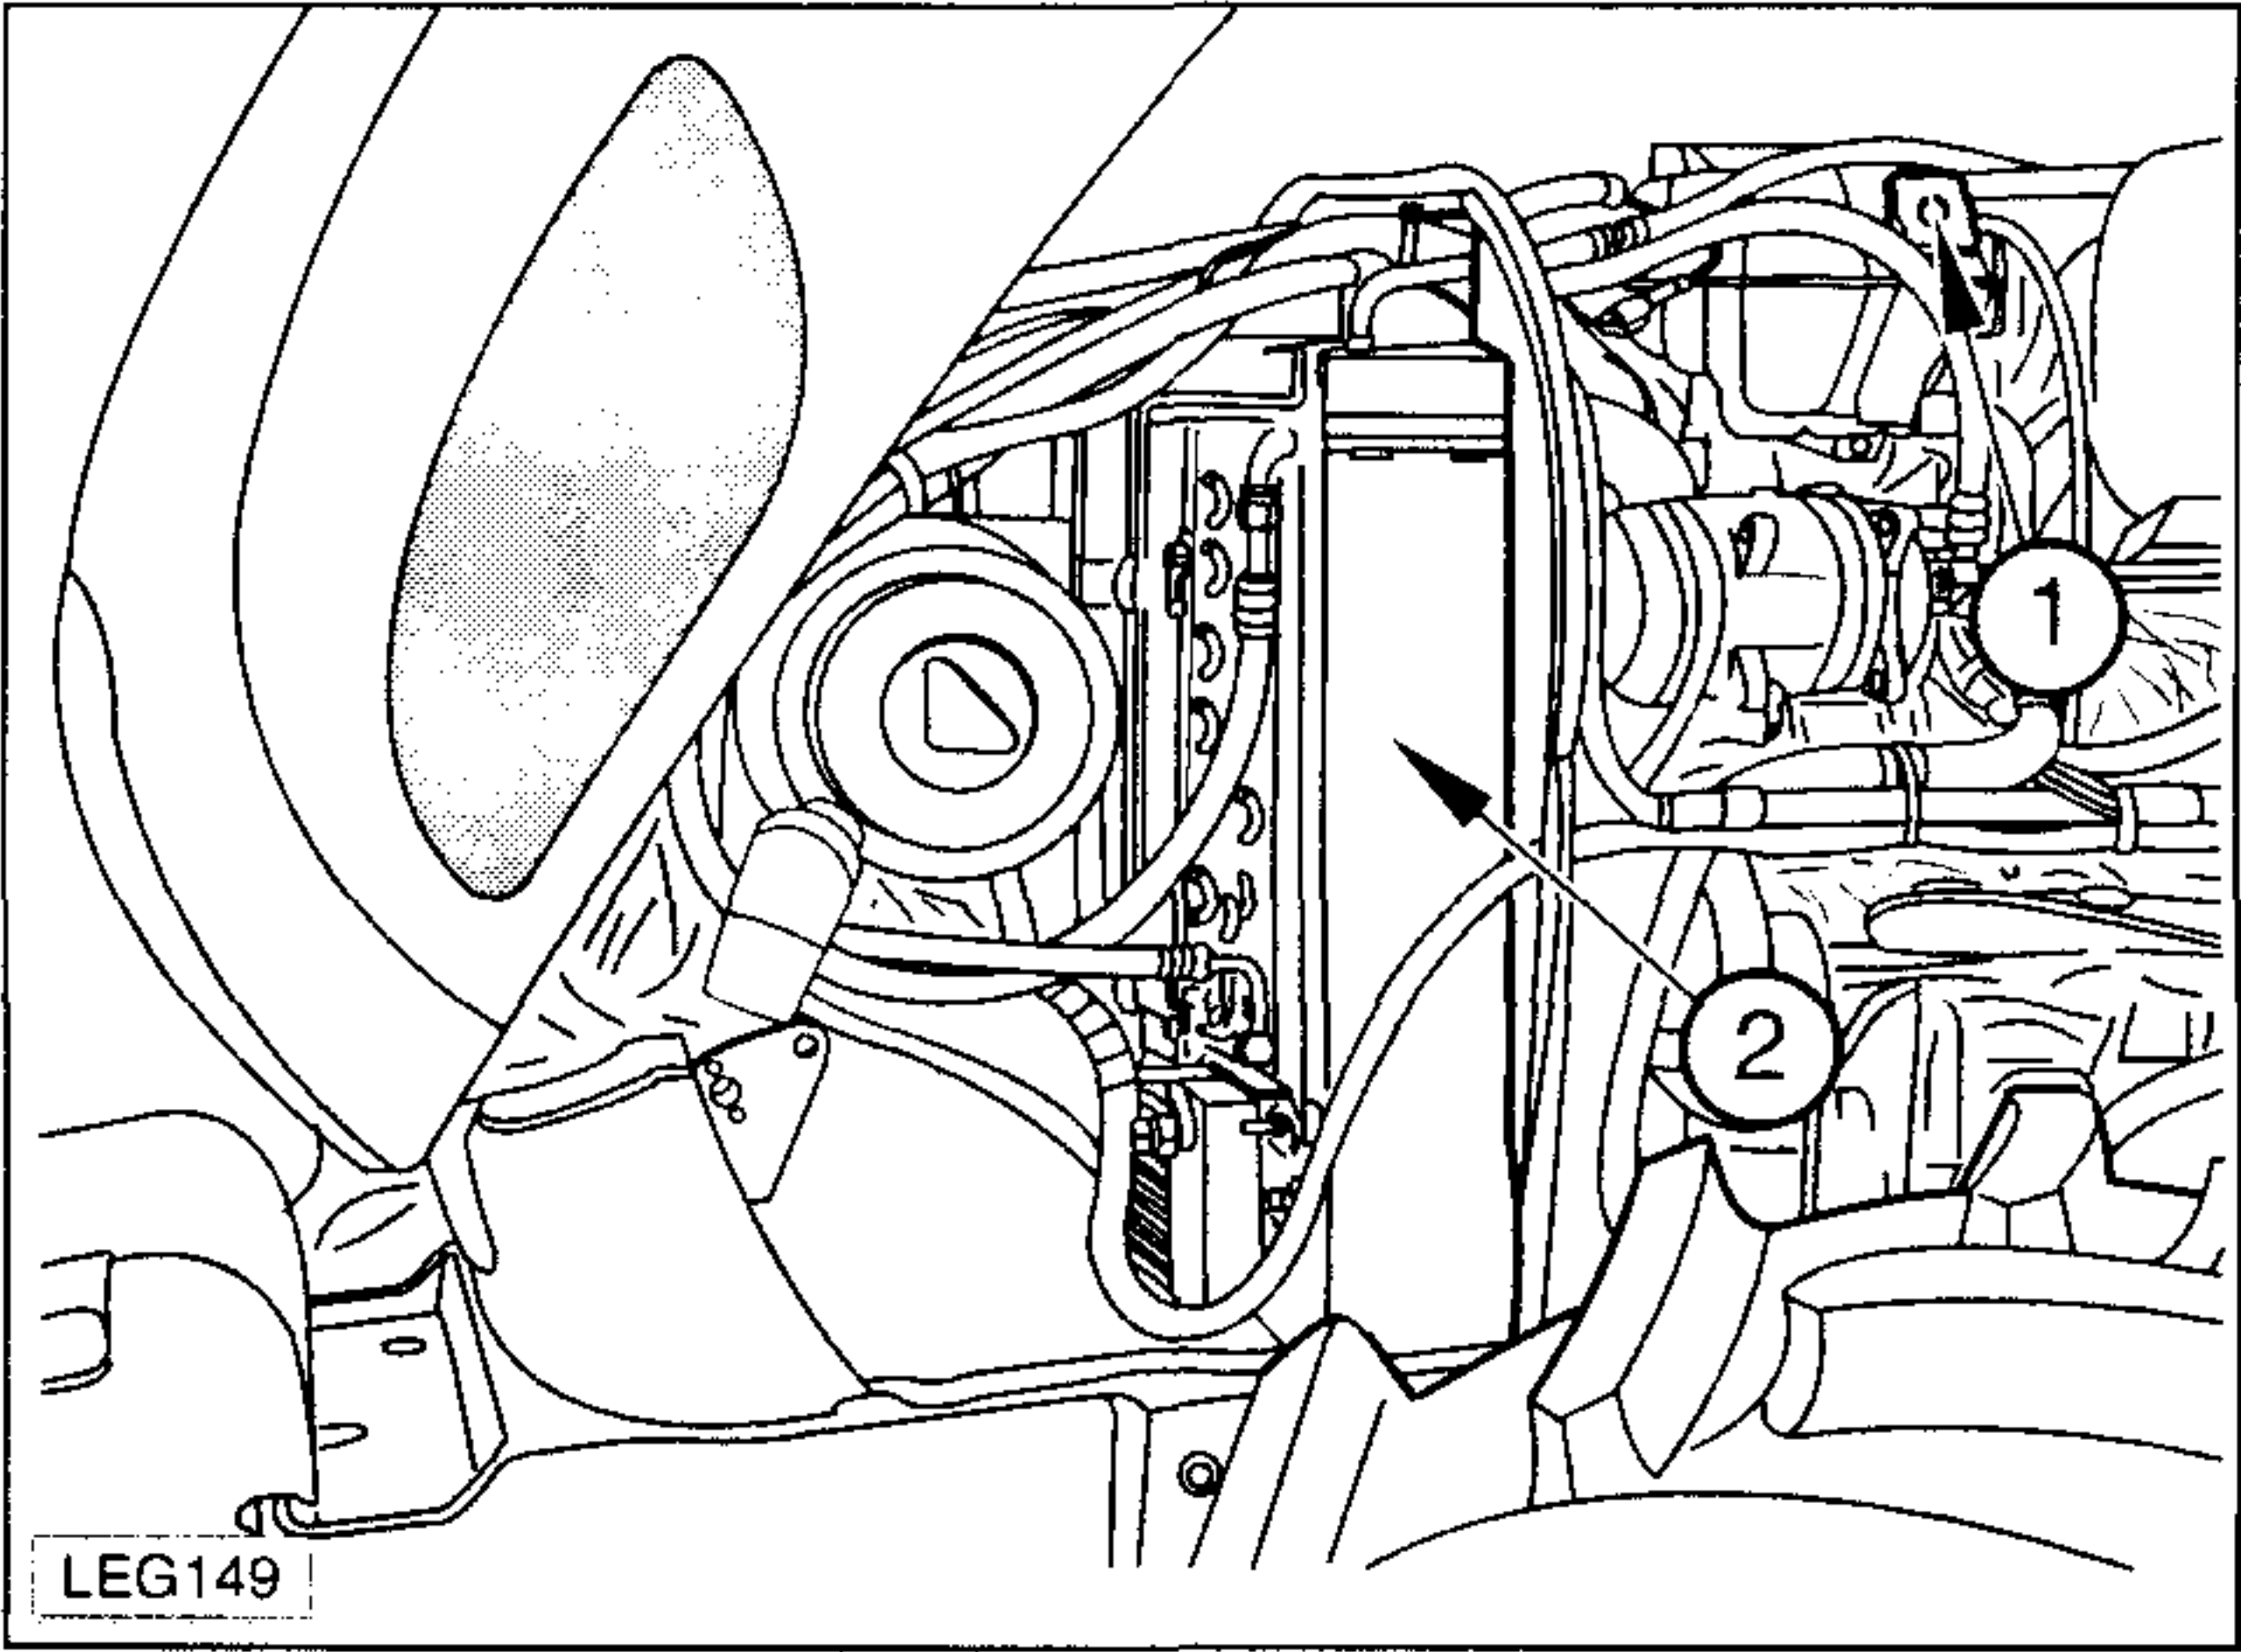

Fig.5-13
Controlar el nivel del líquido refrigerante cada día y reabastecer si es necesario a través del tapón del recipiente de expansión (1. Fig. 5-13) del circuito.
2. Montar el tapón del recipiente (1 - Fig. 5-13).
5. Quitar prestando atención el tapón del recipiente (1 - Fig. 5-13) y agregar líquido hasta el llenado, luego volver a montar el tapón de llenado.
1. Descargar la instalación con el motor parado y quitar el tapón del recipiente (1 - Fig. 5-13) y abrir el tapón de descarga del radiador y el tapón de descarga del bloque motor.